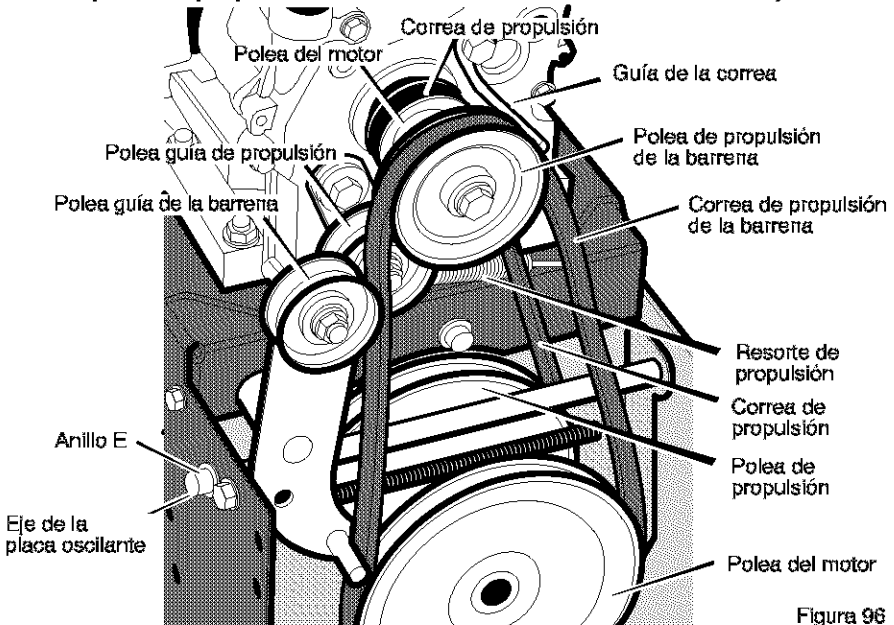

Figura 96
3. Afloje la tuerca de la polea guía de la barrena y mueva esta última hacia la correa un octavo de pulgada aproximadamente (3 mm) (Figura 96).
- Afije la **guía de la correa**. Separe la **guía de la polea de propulsión de la barrena** (Figura 96).
3. Quite el **anillo E** de uno de los extremos del **eje de la placa oscilante**. Quite este **eje** para que la placa oscilante gire hacia adelante (Figura 96).